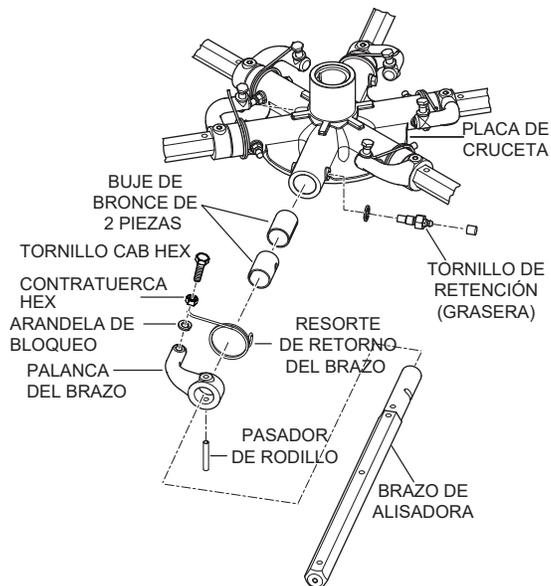

Figura 52. Quite el pasador de rodillo y la grasera zerk
2. Cada brazo de la alisadora se mantiene en posición en la placa de la cruceta (Figura 52) por medio de un perno de cabeza hexagonal (grasera zerk) y un pasador de rodillo. Quite el perno de cabeza hexagonal y el pasador de rodillo de la placa de la cruceta.